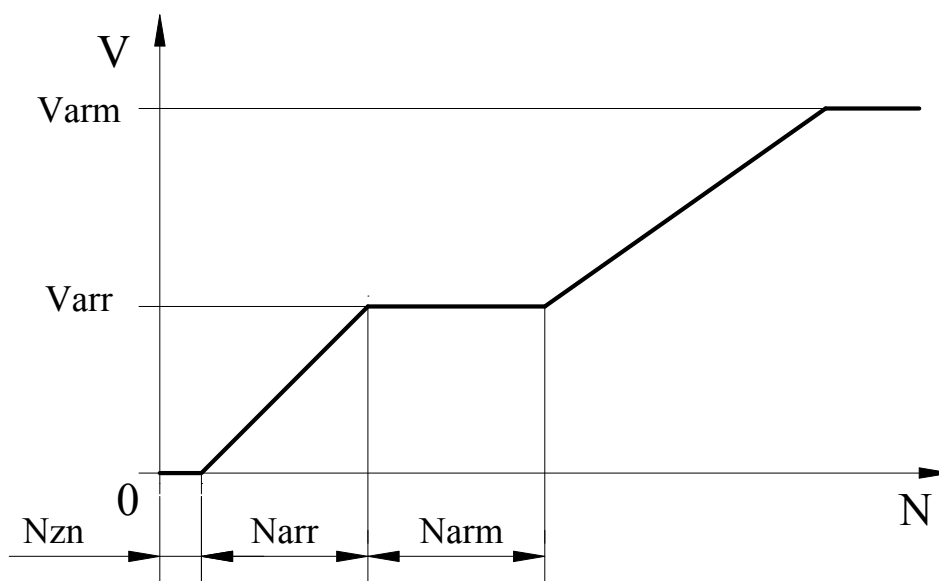

Рис.6. Скорость удержания в зависимости от расстояния до точки удержания $Varm=2*Vsyn$.
3.6.8.5. **ТР.34** – Varr (мм/сек) – малая скорость движения при удержании (арретировании) (рис.6).
3.6.8.7. **ТР.36** – Narm (0-100 мм) – участок скорости движения при удержании, где $V=Varr$ (рис.6).